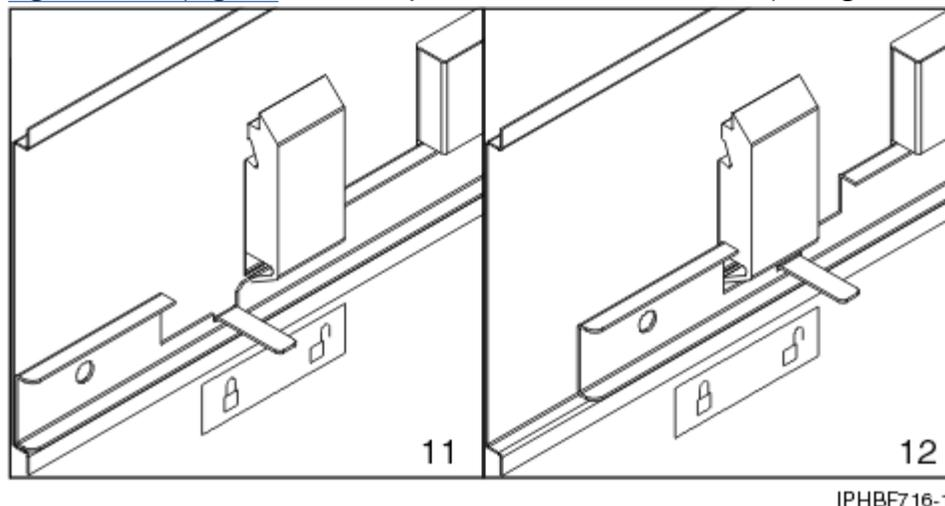

Figure 57. Positionnement de l'autocollant Verrouillé/Déverrouillé sur le panneau
- e. Mettez un autocollant Verrouillé/Déverrouillé sur la partie intérieure du panneau afin que le taquet se trouve sur le symbole Verrouillé lorsque la glissière est en position de verrouillage **(11)** (voir la Figure 57, à la page 86) et sur le symbole Déverrouillé **(12)**, lorsque la glissière est déverrouillée.